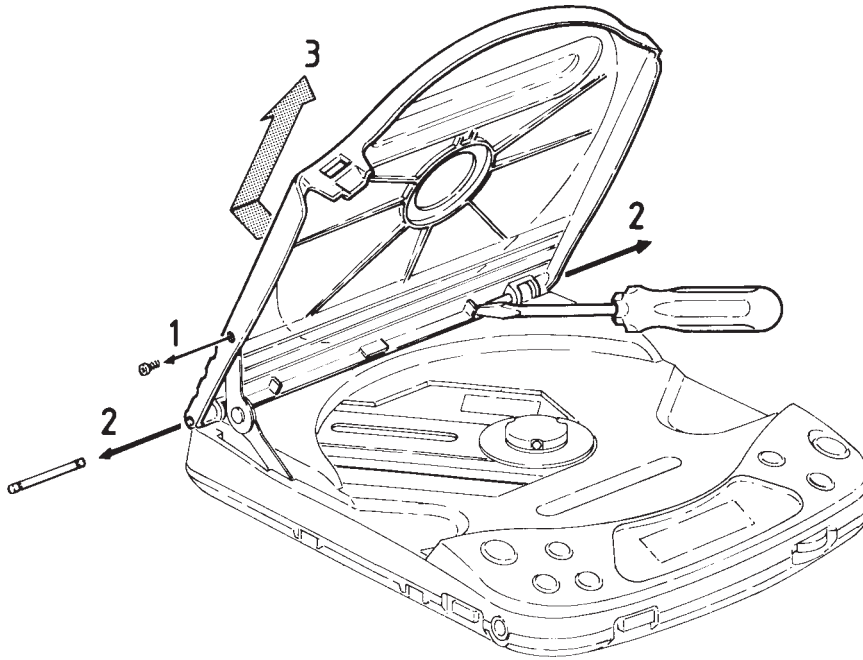

Fig. 1
1. Entfernen der CD-Klappe (Fig. 1)
- Die beiden Spindeln herausschieben (2).
- CD-Klappe nach oben herausheben (3).
1. Removing the CD-Door (Fig. 1)
- Push the two spindles outside (2).
- Lift the CD-Door (3).